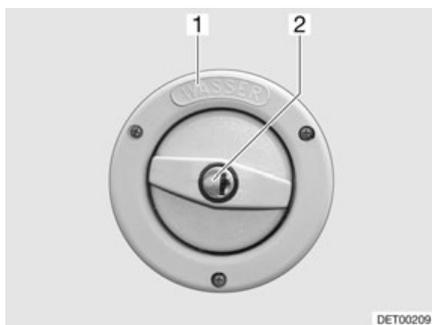

Fig. 33 Couvercle de fermeture pour bec de remplissage d'eau potable
- ▷ Le bec de remplissage d'eau potable est désigné par l'inscription "WASSER" (eau) (Fig. 33,1).
- Insérer la clé dans le barillet (Fig. 33,2) et la tourner dans le sens inverse des aiguilles d'une montre.